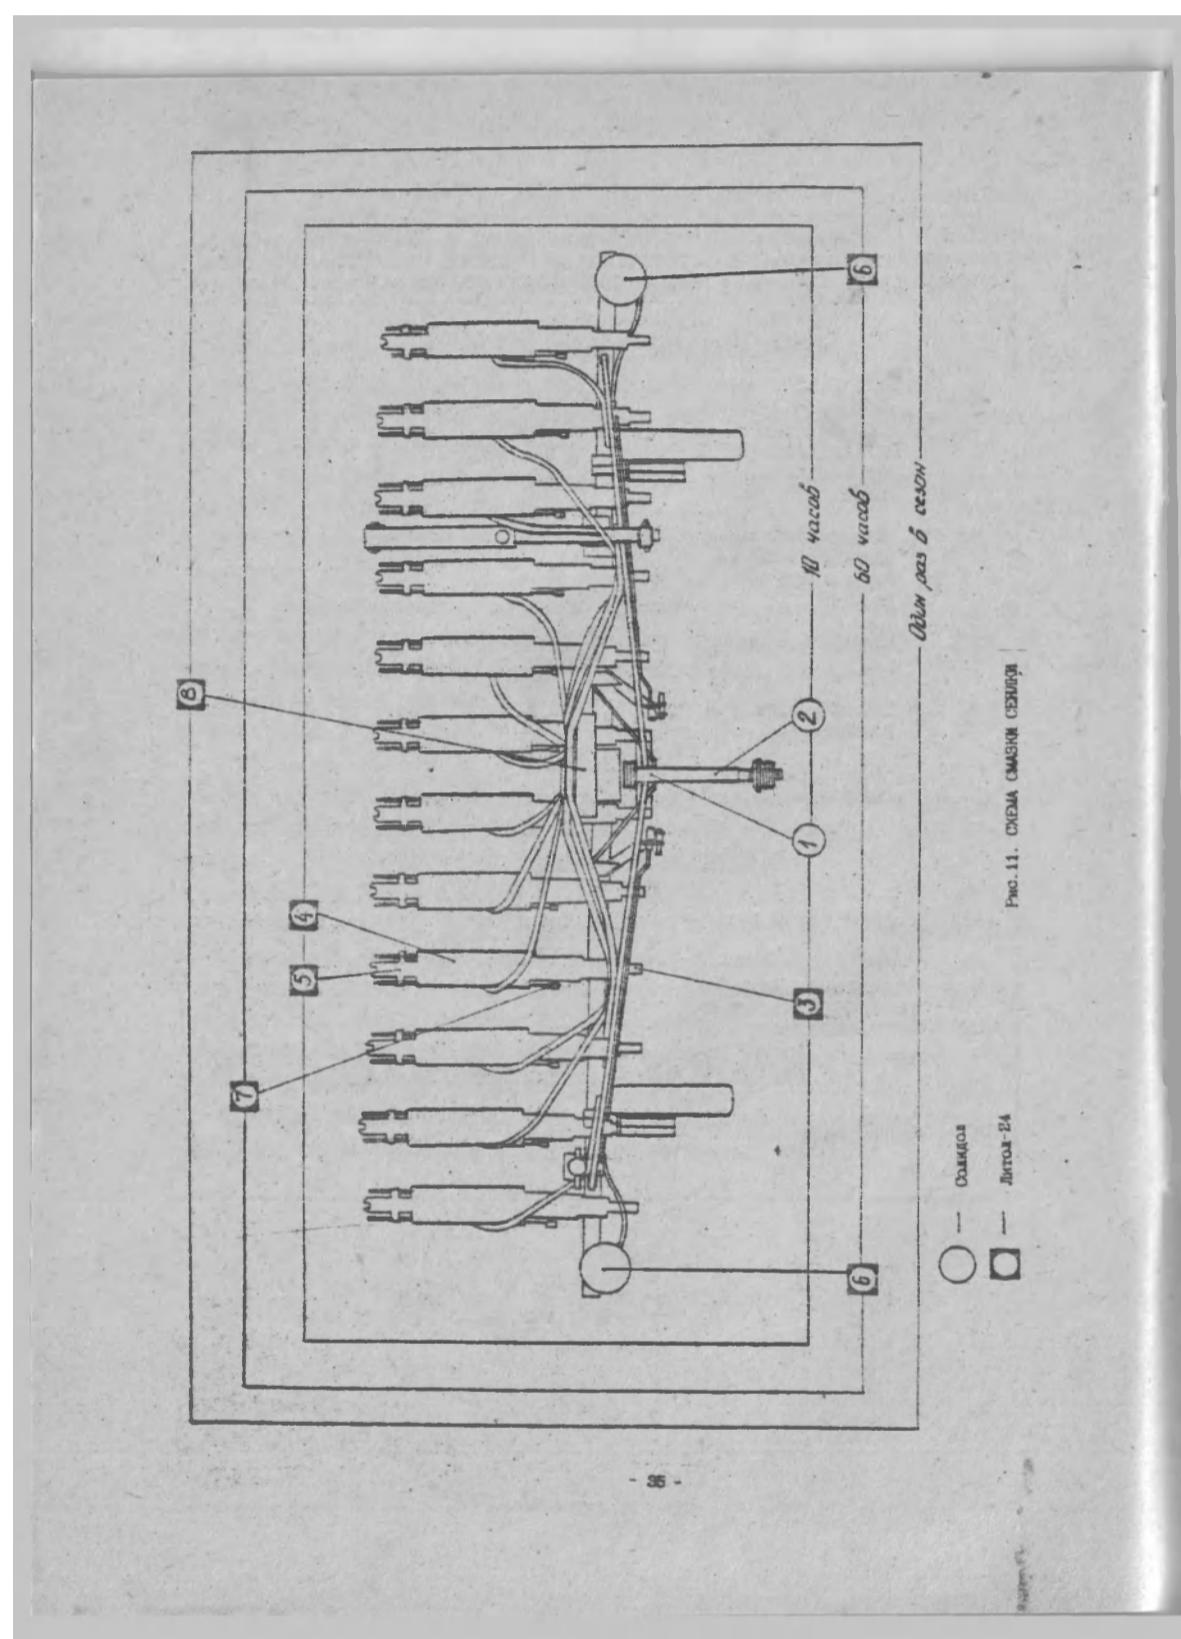

Рис. 11. СХЕМА ОЧИЩЕНИЯ СЕРИИ
- 6) смажьте сеялку согласно таблице 6 и схеме смазки рис.11;
- 5) смажьте сеялку согласно таблице 6 и схеме смазки рис.11.
- 6) замените смазку согласно таблице 6 и схеме рис.11. Проприте и, при необходимости, дополните смазку (Литол-24) в игольчатых подшипниках резиновых роликов высевающих аппаратов.
8.4.1 Смазку сеялки производите в соответствии с таблицей 6 и схемой смазки (рис.11) своевременно и в достаточной степени.